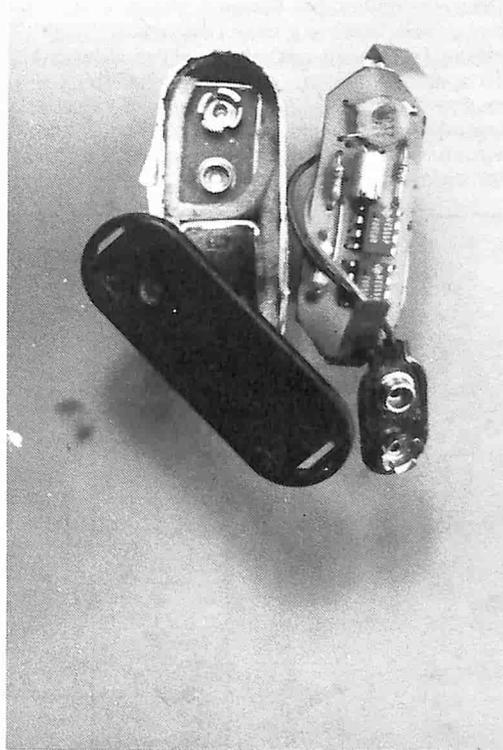

Figura 2. Questa foto dà un'idea di come è stato costruito il prototipo
Figura 2. Grandi spazi tra le particelle cristalline rendono le ceramiche a grana grossa meno resistenti di quelle a grana fine, nelle quali gli spazi intercristallini sono minori.
Figura 2. Il ricevitore comprende essenzialmente due decodificatori di nota, dei quali uno lavora come discriminatore e l'altro come decodificatore di segnale. Il relè collegato all'uscita potrà essere usato per attivare un allarme.
Non c'è bisogno di troppi fronzoli nell'alimentatore, in quanto basta lo stretto necessario. Il solito regolatore di tensione integrato mantiene costante a 12 V la tensione di alimentazione della sezione modulatore. Il circuito del ricevitore è un poco più complicato. All'ingresso si può naturalmente utilizzare un trasduttore ultrasonico, l'MA40LR mostrato in figura 2. Se invece si desidera lavorare con i raggi infrarossi, sarà possibile omettere il trasduttore ultrasonico, inserendo il circuito
La foto di figura 2 mostra il prototipo, e da questa sarà possibile trarre indicazioni per l'assemblaggio dei diversi elementi.
5. C'è un errore nei punti controllo dello schema di figura 2 (pagina 4-36). La polarità dei punti di prova $\pm 0,7$ V deve essere invertita. Di conseguenza, la giunzione R23/R24 è 0,7 V e la giunzione R25/R26 è -0,7 V (vedi figura 1)
Figura 2. Circuito stampato per questo progetto: nella versione adatta ad essere azionata dal campanello della porta, la parte inferiore di questo circuito potrà essere staccata e scartata.